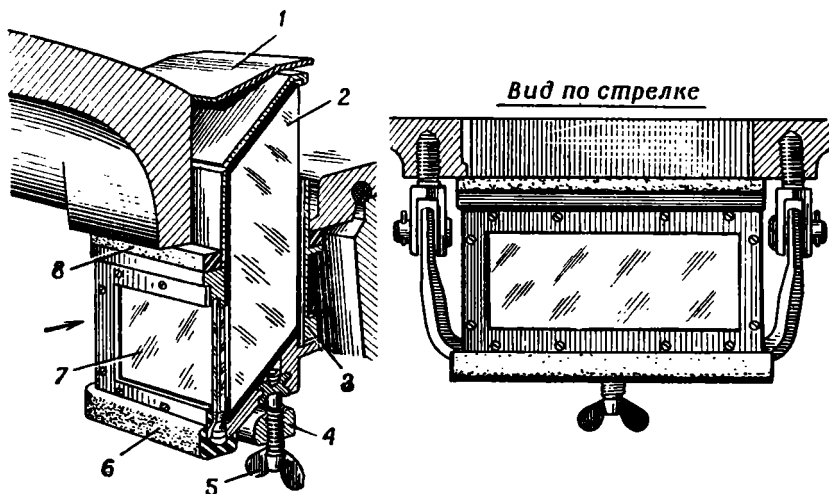

Рис. 4. Установка призмных приборов наблюдения в командирской башенке:
1. Отвернуть на 3—4 оборота винт 5 (рис. 4) зажимной скобы 4, отвести скобу 4 от прибора и вынуть призму 2 из гнезда.
1. Надеть на прибор уплотнительную прокладку 8 (рис. 4).